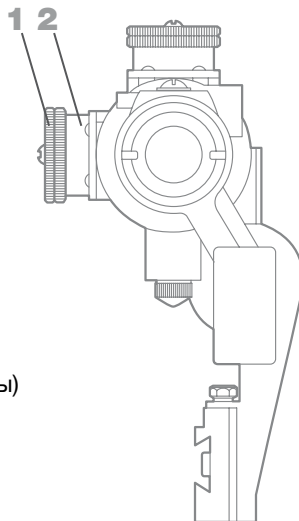

Рисунок 2 - Прицел ПО4х24
- установить маховичок механизма выверки по вертикали 2 прицела на деление «1», механизма выверки по горизонту 2 (рисунок 2) – на делении «0»;
- в противном случае, вывернуть на 1-2 оборота винты 3 (рисунок 1) на верхнем и боковом маховичках в соответствии с рисунками 1, 2, а затем вращением гаек 1(маховичок 2, рисунок 1 и маховичок 2, рисунок 2 удерживать в начальном положении) совместить прицельный знак с точкой прицеливания открытого прицела;